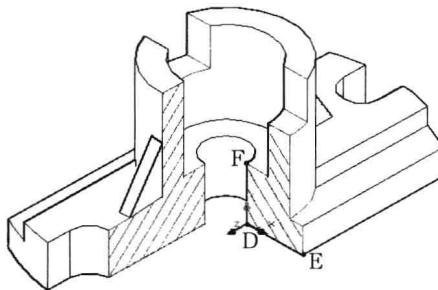
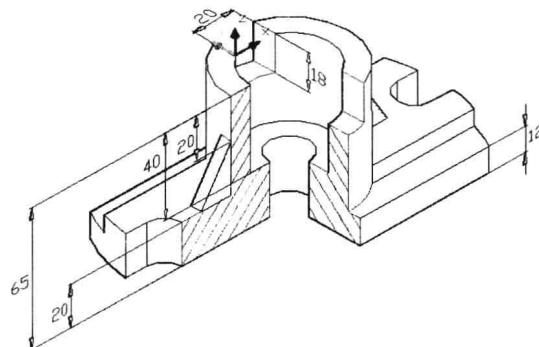

图 11-2-23
图 11-2-24
(5) 单击“视图”选项卡，在“坐标”面板中，单击“三点”按钮 \square ，依次捕捉并单击D、E、F三点，创建新的坐标轴。
(6) 单击“常用”选项卡，单击“绘图”面板名称，展开面板，单击“图案填充”按钮 \square ，打开“图案填充和渐变色”对话框，选择图案名称为“ANSI31”，比例设为1.25，角度设为90，单击“添加：拾取点”按钮 \square ，依次把需要填充的区域选中，按Enter键结束选择，单击“确定”按钮，填充效果如图11-2-23所示。
(7) 单击“视图”选项卡，在“选项板”面板中，单击“图层特性”按钮 \square ，打开“图层特性管理器”选项板，双击“三维标注”图层，将其设置为当前层。关闭“图层特性管理器”选项板。
(8) 单击“视图”选项卡，在“坐标”面板中，单击“三点”按钮 \triangle ，创建新的坐标系统，并在新的坐标系统的 XY 平面上标注实体的三维尺寸，如图 11-2-24 所示。